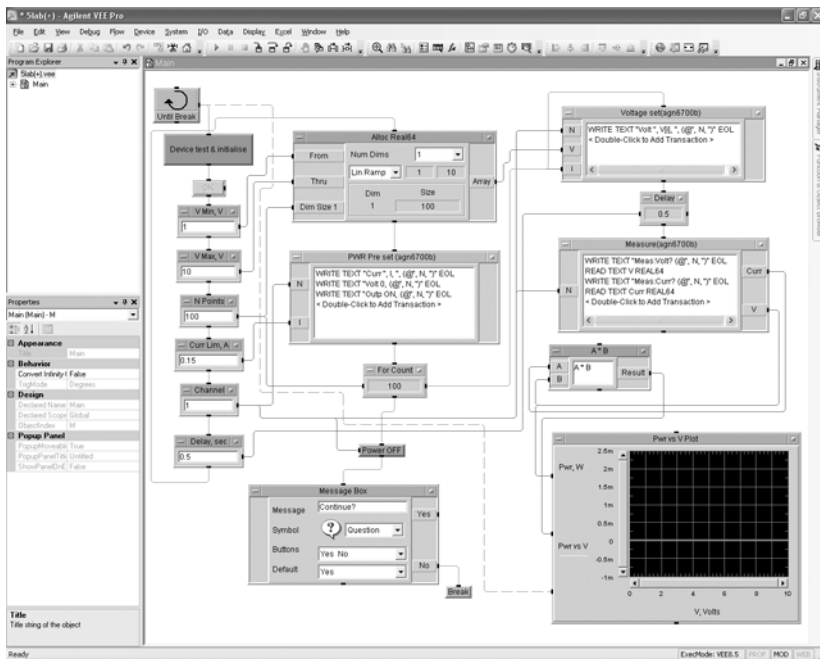

Рис. 5.9
9. Скомпоновать объекты в основном окне так, чтобы они все умещались на экране, и проверить коммутацию всех объектов. После выполнения всех вышеуказанных действий на экране будет картинка, аналогичная рис. 5.9.